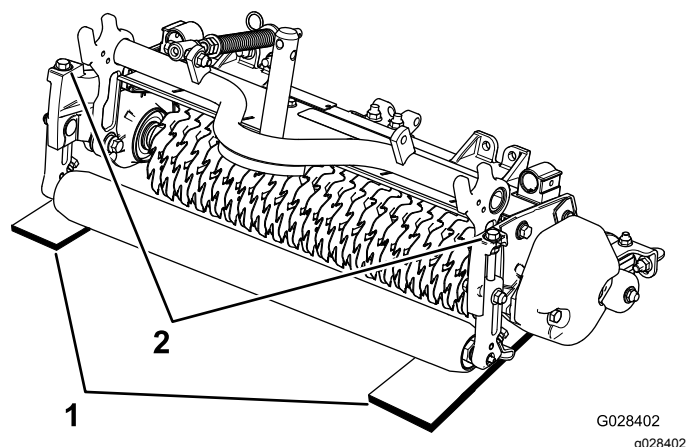

图10
2. 将 2 个调刀尺厚度为所需的刀片穿透深度放在切根刀滚刀的前、后滚筒下面滚刀的两端 图10。
3. 旋转各剪草高度支架 图10上的调节螺栓使切根刀刀片的两端都接触到水平地面。